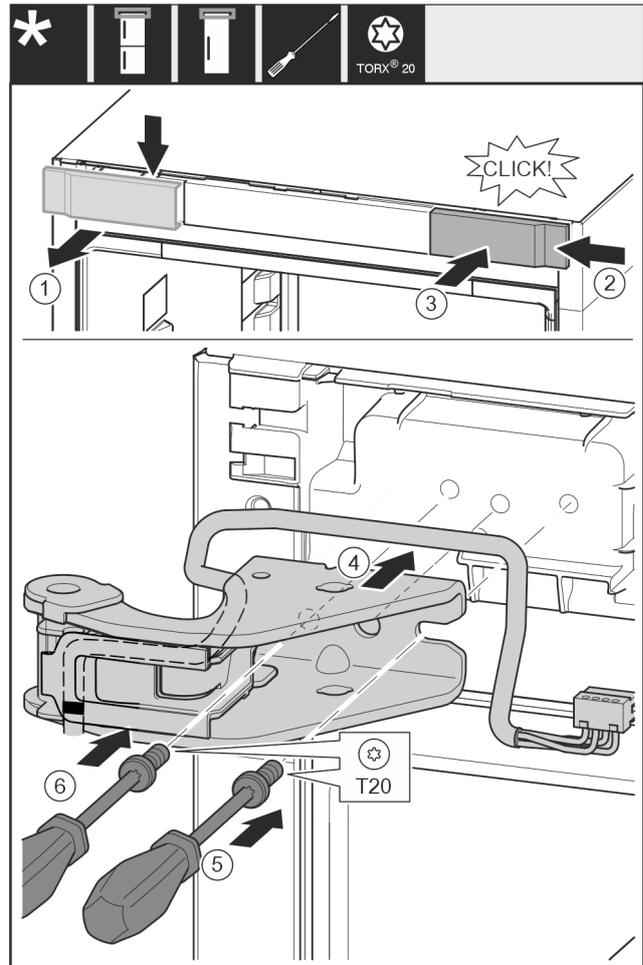

Fig. 33
- ▶ Снимите крышку Fig. 33 (1) сверху вперед.
- ▶ Навесьте крышку Fig. 33 (2), повернув ее на 180°, справа с другой стороны.
- ▶ Зафиксируйте крышку Fig. 33 (3).
- ▶ Установите верхний опорный кронштейн Fig. 33 (4).
- ▶ Установите и затяните винт Fig. 33 (5) отверткой.
- ▶ Установите и затяните винт Fig. 33 (6) отверткой.